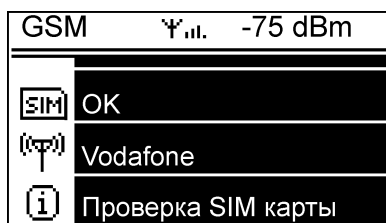

Рис. 5.6 Пример индикации состояния GSM модема на главной странице
5.6.3 Если в параметрах контроллера (P104, табл. 5.8) установлено подключение GSM модема для передачи данных, то в структуру главной страницы индикации добавится ещё один экран - «GSM» (рис. 5.6). Описание работы с GSM модемом в п.5.11.2.